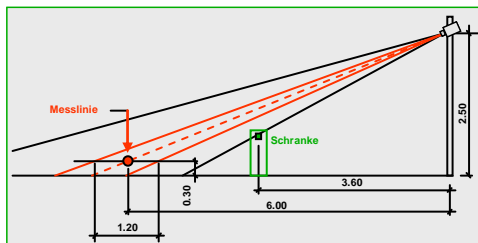

Bild 3 Seitenansicht Schrankenanlage
- Verlängerung der Verkehrsinseln an die systembedingten Anforderung des KKES (bedingt durch die erforderliche Entfernung zwischen der Systemkamera und der Triggerschleife, siehe Bild 3 – Seitenansicht Schrankenanlage).